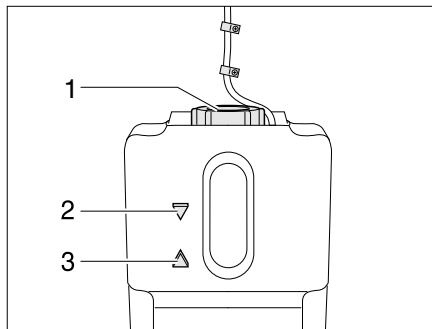

Bild 374 Expansionsbehållare varmvatten-värmesystem
- Kontroll av vätskenivå utförs på expansionsbehållaren (Bild 374), nivån skall ligga mellan markeringarna "MIN" (Bild 374,3) och "MAX" (Bild 374,2).
- Vredet på expansionsbehållaren (Bild 374,1) öppnas.